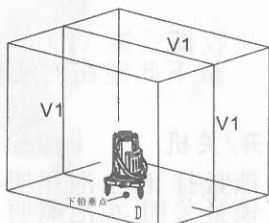

图2-2
(2)按V1键,仪器输出前后方向垂直线和下铅垂点D(见图2-2)